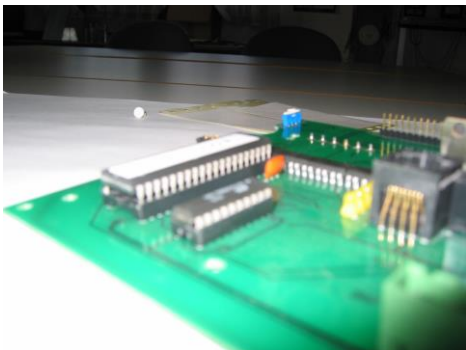

Bild 3
9. Den neuen Baustein aufstecken. Siehe dazu Bild 3 und 4.